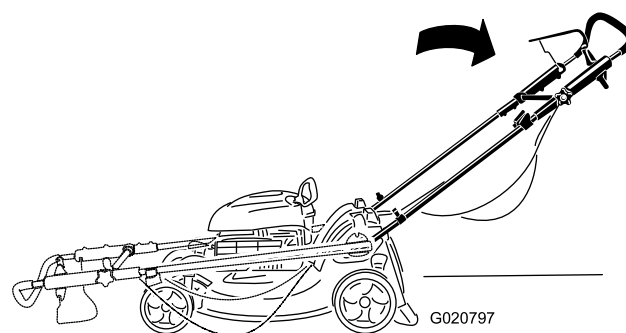

Figura 3
1. Despliegue el manillar según se muestra en Figura 3.